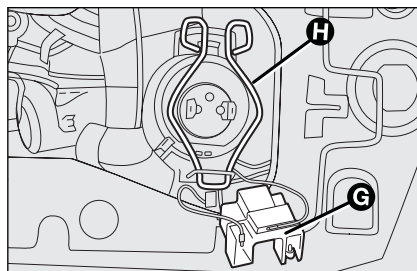

fig. 25
- ☐ asportare il connettore **G-fig. 25**;